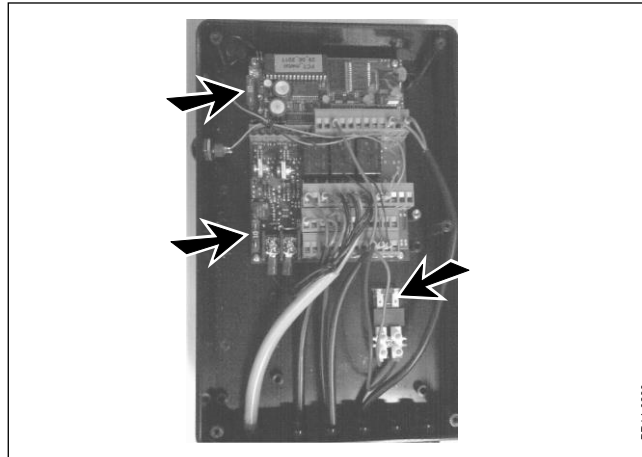

Fig. 7-7
**Fig. 7-7** Der er to 10A sikringer og en 5A sikring i MD-styringen. Sikringerne må kun skiftes til sikringer af samme strømværdi. Servicing, bortset fra skift af sikring, må kun foretages af en autoriseret KONGSKILDE-forhandler /Servicetekniker.